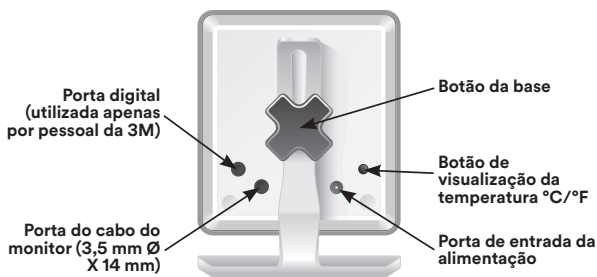

Figura 2-4: Traseira da unidade de controlo
2. Ligue a fonte de alimentação na parte traseira da porta da entrada de alimentação da unidade de controlo (consulte a Figura 2-4). Ligue a fonte de alimentação a uma tomada adequada. O ecrã de arranque irá acender-se e, em seguida, passar para o ecrã do estado Em espera.
4. Se pretendido, utilize um cabo do monitor para ligar a unidade de controlo ao monitor do paciente através da porta do monitor na traseira da unidade de controlo (consulte a Figura 2-4).
A unidade de controlo pode apresentar medições de temperatura em Celsius ou Fahrenheit. Por predefinição, a unidade apresenta a medição em Celsius. Prima o botão de apresentação da temperatura na traseira da unidade de controlo em Celsius. (consulte a Figura 2-4) enquanto a unidade de controlo está ligada para alterar a apresentação das unidades de temperatura.